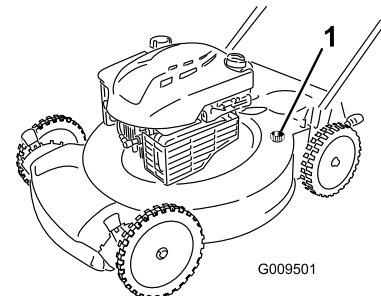

Figure 23
5. Branchez un tuyau d'arrosage, relié à une arrivée d'eau, au raccord de lavage (Figure 23).